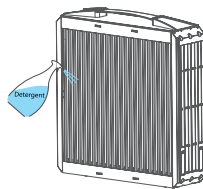

Fig. 5
3. Mettere i filtri lamellari in un contenitore ed utilizzare una spazzola per pulire la parte esterna di metallo con acqua (Fig 5).